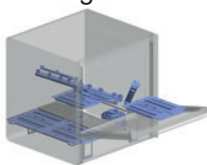

Fig. 4
- Se presenti, estrarre i filtri di superficie e pulirli con una spazzola sotto l'acqua corrente (vedi Fig. 4).